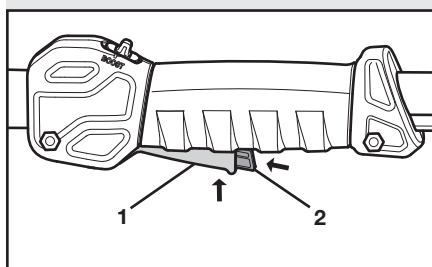

Fig. 4
2. Empuje el botón de cierre (2) dentro del control del acelerador (1) y manténgalo en su lugar (Fig. 4).
3. Mientras mantiene oprimido el botón de seguridad, apriete y mantenga el control del acelerador para poner en marcha la unidad (Fig. 4).
1. Libere el control del acelerador (1) y espere hasta que todas las piezas móviles se hayan detenido por completo (Fig. 4).